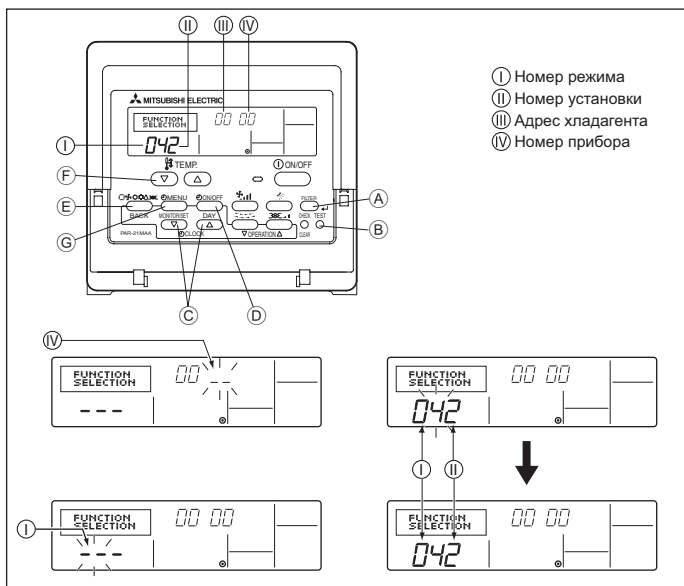

Рис. 6-8
1) Для проводного пульта дистанционного управления (Рис. 6-8)